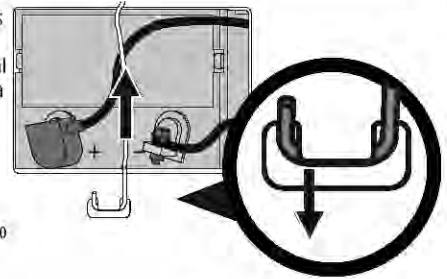

Figura 22
1. Extraiga el soporte de sujeción de la batería empujando el extremo de acoplamiento hacia afuera de la lengüeta de la tapa de protección que está a la derecha de la batería. Luego levante el soporte de sujeción de la batería para liberar la batería. Consulte la Figura 22.